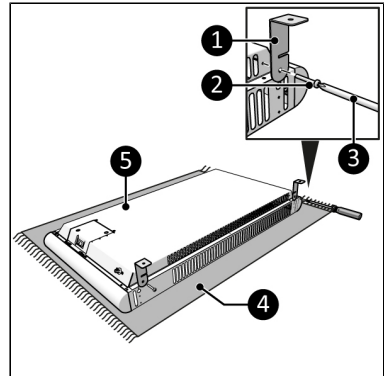

Abbildung 11.
7. Legen Sie das Gerät auf eine stabile weiche Oberfläche (Abbildung 11, Pos. 4).
8. Schrauben Sie zwei Halterungen (Abbildung 11, Pos. 1) auf beiden Seiten des Hauptkörpers (Abbildung 11, Pos. 5) mit einer kleinen Schraube (Abbildung 11, Pos. 2) mit einem Kreuzschlitzschraubendreher (Abbildung 11, Pos. 3) fest.